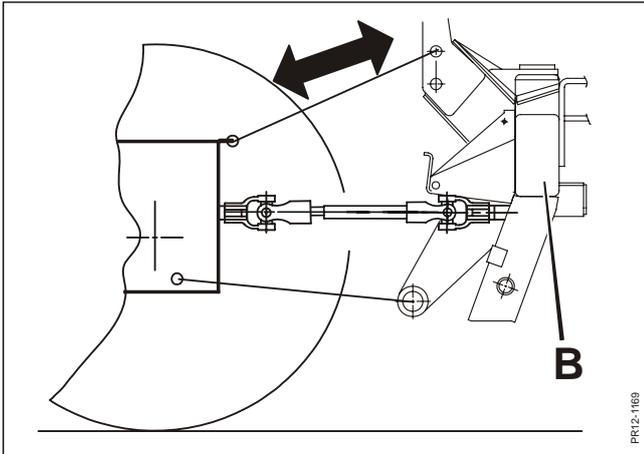

Fig. 2-7
- Fig. 2-7** Den Oberlenker in der Länge so anpassen, dass der Toprahmen **B** senkrecht steht.